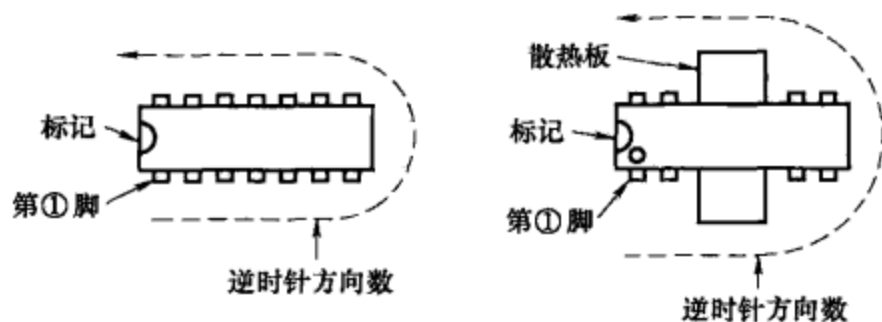

图 7-16
双列直插式集成电路的引脚如图 7-16 所示，其定位标记一般为缺口、凹坑、色点、小孔或凸起键等。识别时面对集成电路印有商标的正面，并使其定位标记位于左侧，则集成电路左下方为第①脚，从第①脚开始向右按逆时针方向依次为②、③、④……脚。